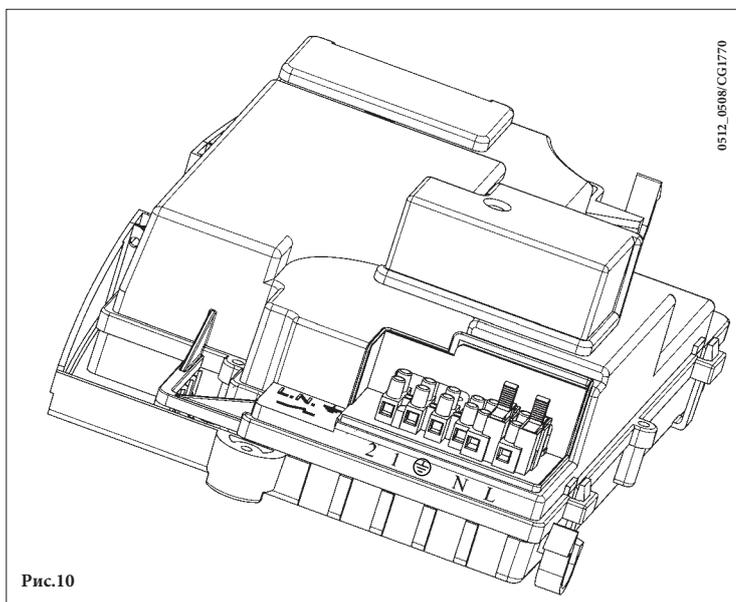

Рис.10
- для доступа к контактам снимите крышку (рис.10).
- откройте доступ к клеммам подключения электропитания (рис.10);
- подключите двухпроводной кабель, идущий от термостата, к клеммам (1) и (2);
Если не используется комнатный термостат, необходимо поставить перемычку на контакты 1-2 клеммной колодки **M1** (рис. 10).